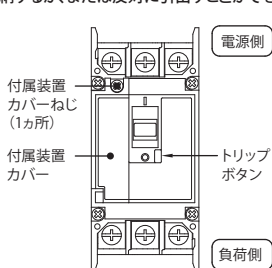
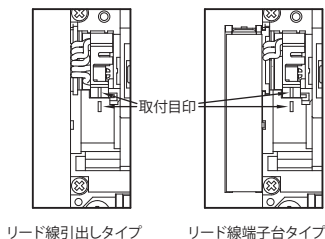
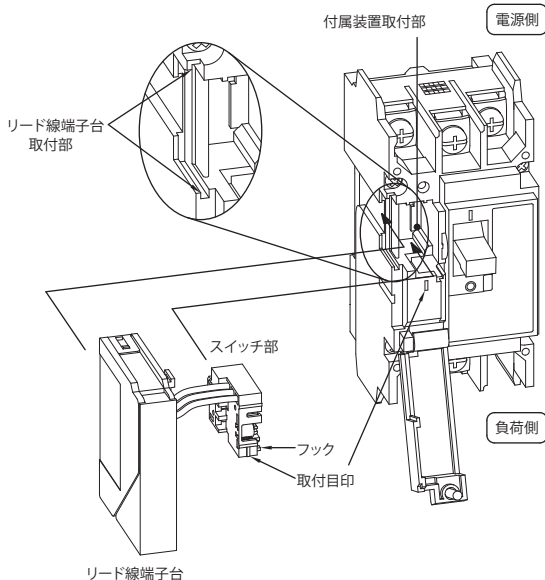

図1 ブレーカ各部の名称
図3 付属装置取り付け状態
図2 取付例(リード線端子台タイプ)
- ①ブレーカの電源側、負荷側およびカセット付属装置が無電圧になっていることを確認してから、トリップボタンを押してブレーカをトリップさせてください。(図1)
- ②付属装置カバーねじを緩め付属装置カバーを開けてください。(図1、図2)
- ③付属装置を取り付ける。(図2、図3)